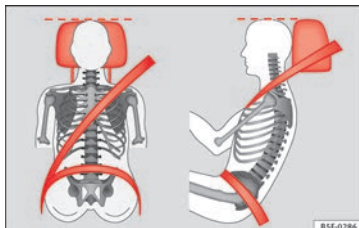

Abb. 85 Richtig eingestellte Kopfstütze von vorne und seitlich betrachtet.
- Stellen Sie die Kopfstützen so ein, dass sich die Oberkante der Kopfstütze möglichst auf einer Linie mit dem oberen Teil des Kopfes, jedoch nicht niedriger als Augenhöhe befindet » » **Abb. 85.**